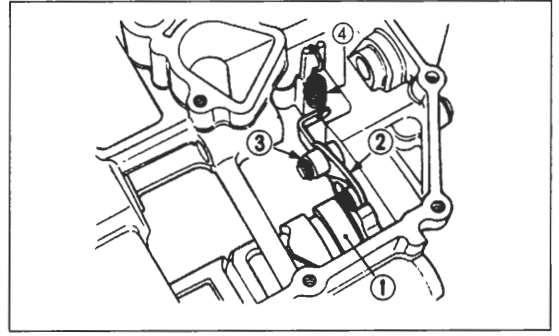

Bild 285
- Schaltwalze in Leerlaufstellung bringen, um den Einbau der Schaltgabeln zu erleichtern (Bild 285; Mitnehmerstift zeigt nach oben).